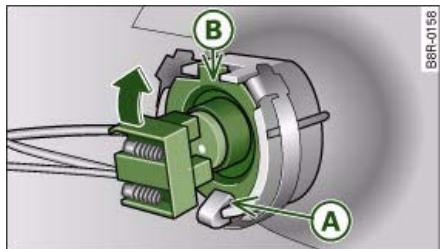

Fig. 255 Colocar la lámpara
- Coloque la lámpara en la carcasa portalámpara empujando por abajo \Rightarrow fig. 255, en la posición (A).
- Asegúrese de que la pestaña (B) pueda encajarse en la guía, tal como se muestra en la ilustración.
- Alce el conector de plástico en el sentido que indica la flecha \Rightarrow fig. 255 hasta que la lámpara encastre en el soporte. Si no lo consigue a la primera, corrija la posición de la lámpara de incandescencia.